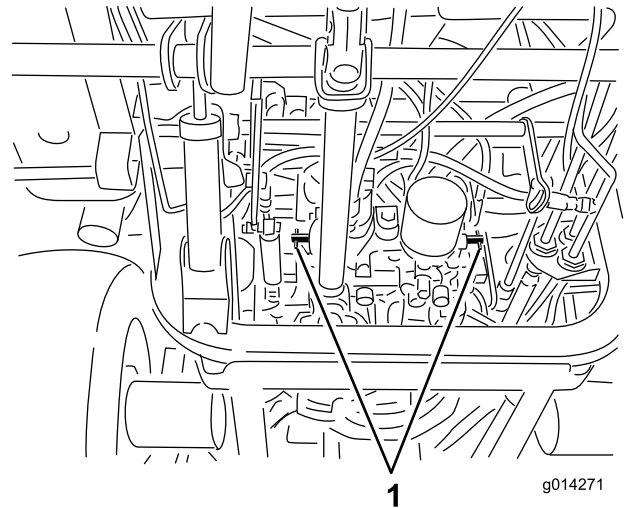

図 25
3. 各バイパスバルブを左回りに1回転させる 図 25。
1. 各バイパスバルブを右に回転させて手締めする 図 25。
2. 図 25に示すように、バルブを  $8\text{N}\cdot\text{m}$   $0.8\text{kg}\cdot\text{m}$  =  $71\text{in}\cdot\text{lb}$  にトルク締めする。